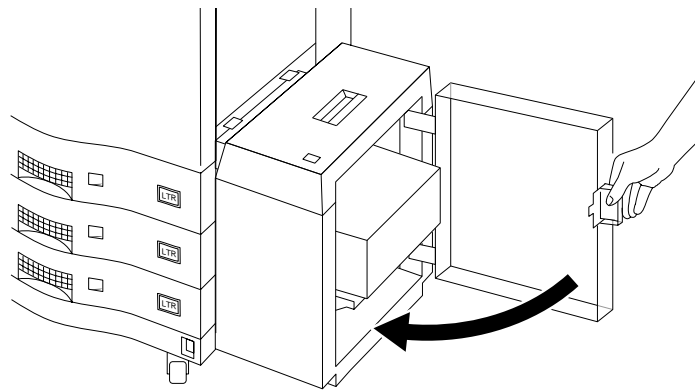

Abbildung 3-46 Schließen der Tür der HLZ-Einheit
3. Schließen Sie die Tür der HLZ-Einheit, wie in Abbildung 3-46 gezeigt. Das Papier wird automatisch wieder in die richtige Position für den Betrieb angehoben.